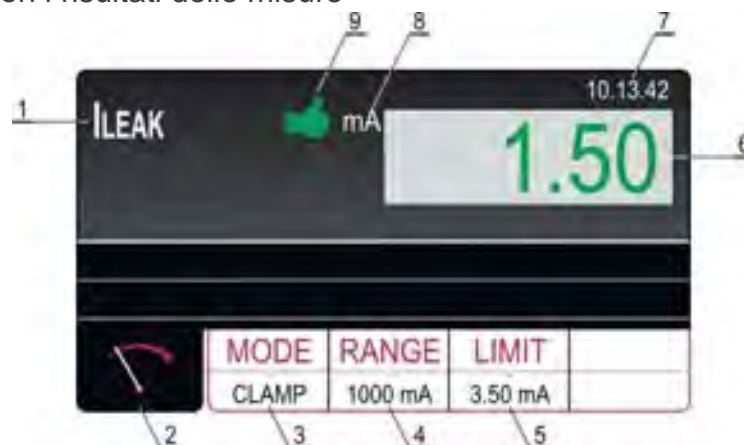

Fig. 73: Videata di misura della funzione ILEAK con pinza
- Avviare la misura premendo il tasto **START/STOP**. La misura sarà avviata e sarà arrestata da una nuova pressione del tasto **START/STOP**. Il risultato del test sarà visualizzato in verde se inferiore o uguale o in rosso se superiore al valore limite impostato. Il risultato finale sarà accompagnato dal simbolo 🟢 verde e da un segnale acustico breve (risultato OK) o dal simbolo 🚫 rosso e da un segnale acustico prolungato (risultato non OK). La seguente Fig. 73 mostra un esempio di schermata con i risultati delle misure